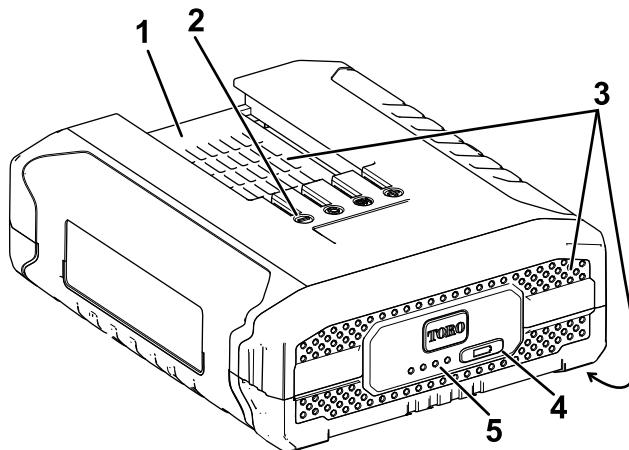

Figure 24
2. Alignez le creux de la batterie (Figure 24) sur la languette du chargeur.